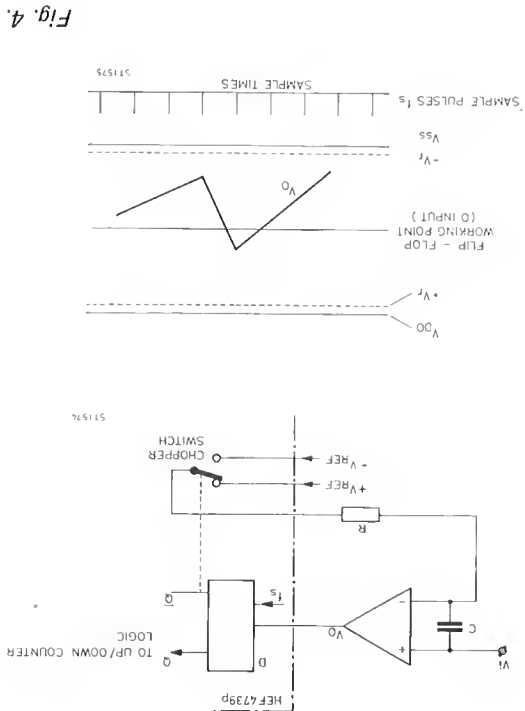

Fig. 4.
Le convertisseur analogique-numérique de PM 2523 est basé sur le principe de la modulation delta. Ce système d'intégration assure une bonne linéarité et une bonne réjection mode série. De plus, le circuit contient un minimum d'éléments critiques, la précision de la tension de référence n'ayant d'importance que pour la précision du convertisseur analogique-numérique. Le principe de base du convertisseur analogique-numérique employé dans le PM 2523 est illustré par la figure 4, page 34. FF est un basculeur bistable dont la sortie actionne un interrupteur chopper qui connecte R à une tension de référence soit positive, soit négative. L'état du basculeur dépend du niveau de la tension d'entrée D au moment d'une impulsion d'échantillonnage fs. Le niveau de la tension d'entrée D dépend de l'état de charge du condensateur C. Supposons que, au moment d'une impulsion fs, le niveau de tension en D soit inférieur au point de travail du basculeur. Le résultat est que la tension de sortie du chopper diminue et qu'une tension de référence négative est fournie à l'intégrateur via R. La tension de sortie de l'intégrateur s'élève parce que Vref > Vi dans la gamme de graduation. La tension de sortie est donnée par:
Etant donné que  $V_{ref} > V_i$  est une condition, les équations (1) et (2) montrent le signe de la pente change lors de la commutation du chopper. La tension de sortie de l'intégrateur est donc la forme d'onde en dents de scie représentée sur la figure 4 pour une tension d'entrée positive. On déduit en outre des équations (1) et (2) qu'avec une tension d'entrée négative, les pentes sont inversées, c'est à dire que la pente positive devient la plus rapide.